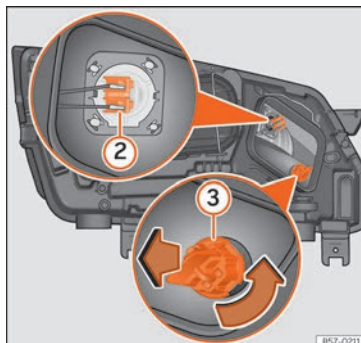

Fig. 111 En el vano motor: lámpara de luz de carretera ② y lámpara intermitente ③.
3. Presione lateralmente el conector » fig. 111 ② a la izquierda o derecha y tire.
3. Gire el portalámparas » fig. 111 ③ a la izquierda y tire.